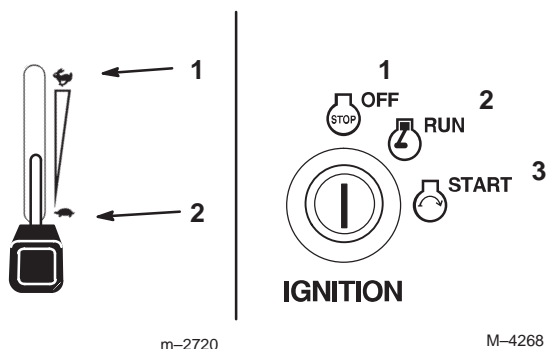

Figure 17
- Débrayez la PdF (Fig. 17).
- Réglez la manette d'accélérateur à mi-course entre les positions de ralenti et de régime maximum (Fig. 17).